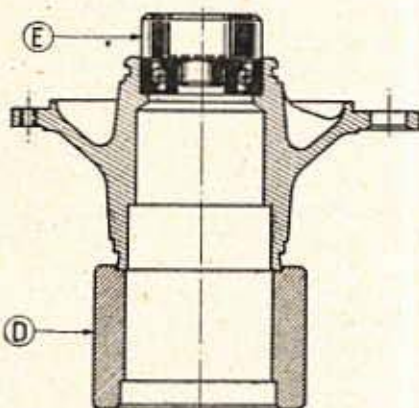

Fig. 119. — Montage du roulement extérieur du moyeu
- Au moyen de l'embout E, monter le roulement extérieur de moyeu complet (fig. 119).